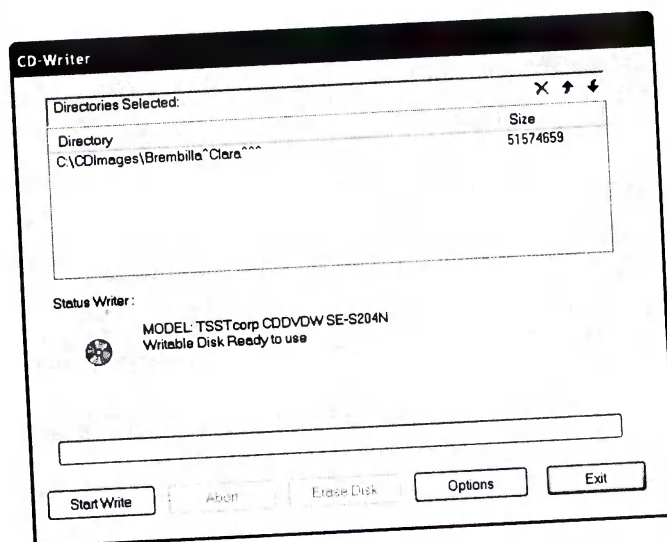

Рисунок 152
– после завершения конверсии окно закроется. Откроется меню **CD-Writer**, где перечисляются конвертируемые исследования (см. рисунок 152);